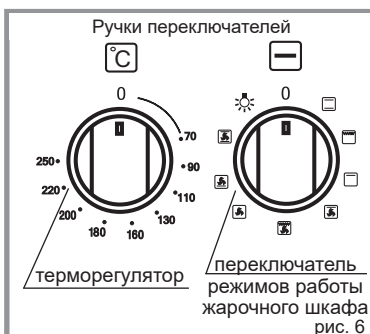

рис. 6
■ Установка рабочей температуры в жарочном шкафу обеспечивается терморегулятором, который задает необходимую температуру (рис.6). Значения температур указаны на панели управления и являются ориентировочными, могут колебаться в пределах $\pm 15^{\circ}\text{C}$.